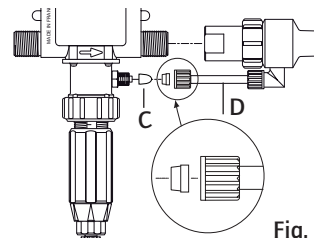

Fig. 2
Per i modelli Iniezione Esterna (IE) che permettono di lavorare con certi concentrati corrosivi, il Dosatron è anche consegnato con un sottoinsieme iniezione esterna (Fig. 2-D).
**ATTENZIONE !** - Lasciare la succhieruola a circa 10 cm dal fondo del serbatoio di soluzione per evitare di aspirare le particelle insolubili che possono danneggiare il corpo dosatore (Fig. 2).